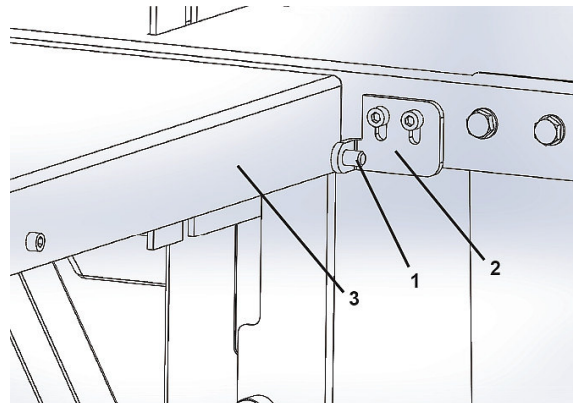

Abb. 7: Tischverlängerung montieren
Schritt 6: Tischverlängerung (Pos.3, Abb.7) beidseitig an der Tischplatte (Pos.2, Abb.7) montieren.